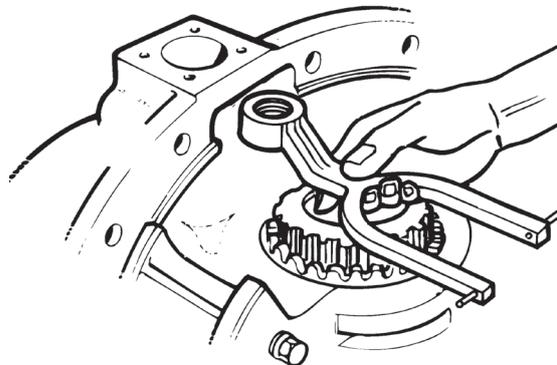

Figura 6.26
5. Instale o garfo de travamento na sua posição de montagem na caixa do diferencial. Figura 6.26.